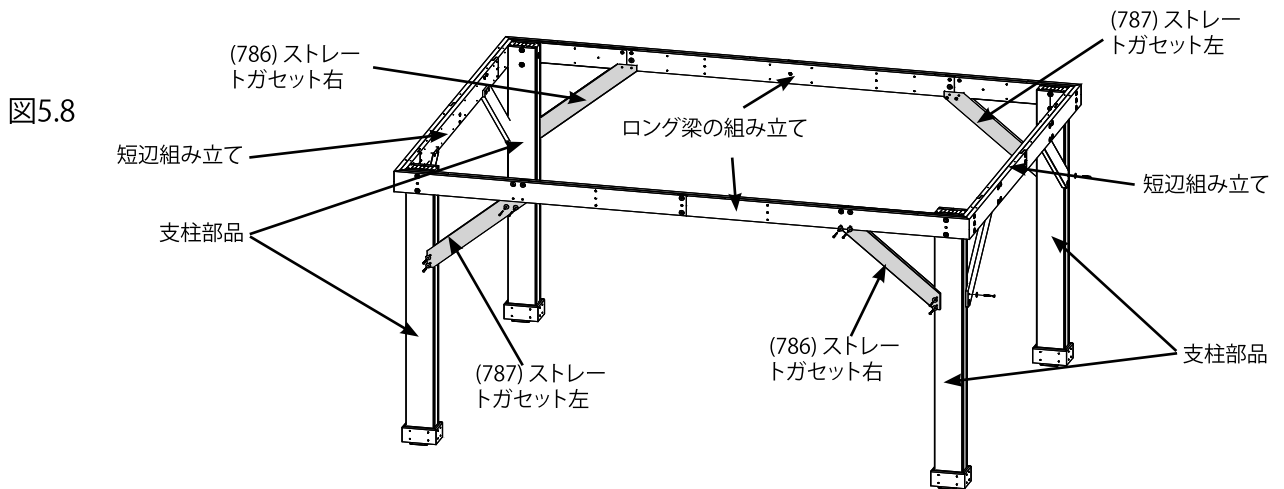

図5.8
H: フレーム組み立てが四角で水平であることを確認してから、上部がロング梁組み立てにぴったりと合い、下部が支柱組み立てにぴったりと合うように、外側から1つのロング梁組み立てに向かい、右ハンド側支柱組み立てに1つの(786)ストレートガセット右を置きます。2つの5/16 × 3-3/4インチ六角ボルト(5/16インチロックワッシャー、1/4-5/16インチワッシャー大、5/16インチTナット付き)で、ロング梁組み立てに、ガセットを取り付けます。1/8インチドリルビットで下穴をあけてから、ガセットを支柱組み立てに、2本の5/16 × 3インチラグネジ(1/4-5/16インチワッシャー大付き)で取り付けます。(図5.8、5.9と5.10)
I: 手順Hを繰り返して、左ハンド側支柱組み立てに(787) ストレートガセット左を設置します。(図5.8、5.9)
J: 手順HとIを繰り返して、2つ目のロング梁組み立てを作ります。(図5.8、5.9)
K: 各コーナーが直角であることを確認した上で、に1/8インチドリルビットで下穴をあけてから、ガセットごとに、1本の5/16 × 3インチラグネジ(1/4-5/16インチワッシャー大付き)で、支柱組み立てに短辺組み立てガセットを取り付けます。(図5.8、5.9と5.10)